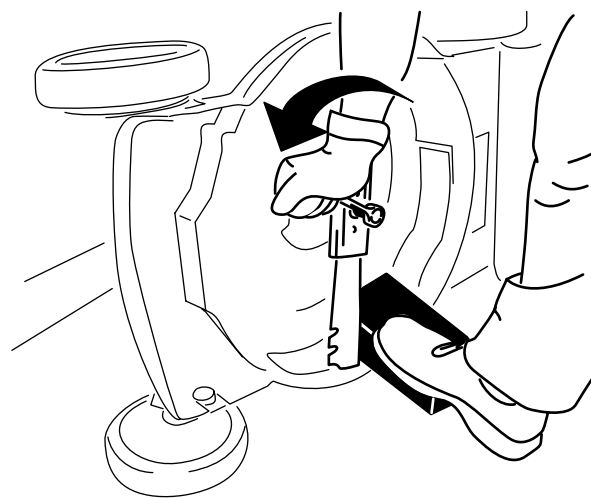

図 27
3. 角材などを使ってブレードをしっかりと保持する **図 27**。
4. ブレードを取り外す。外したボルト類はすべて保管する **図 27**。